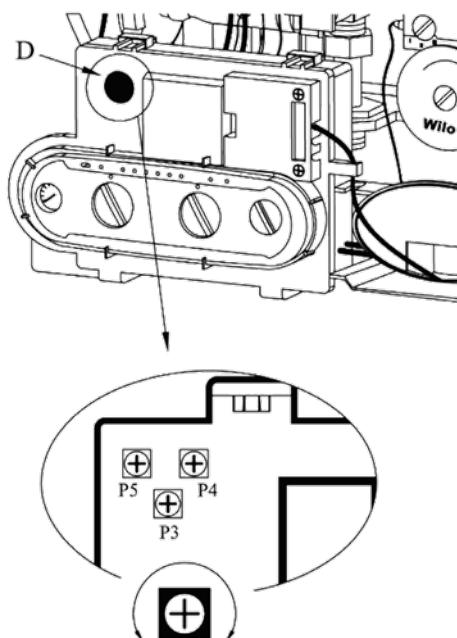

Рис. 19. Расположение потенциометров регулировки мощности.
3. На рис. 19 изображены потенциометры. Р4 отвечает за регулировку мощности котла в режиме ОВ от 0 до 100;
6.2.4 Регулировка параметров с помощью потенциометров (см. рис. 19)